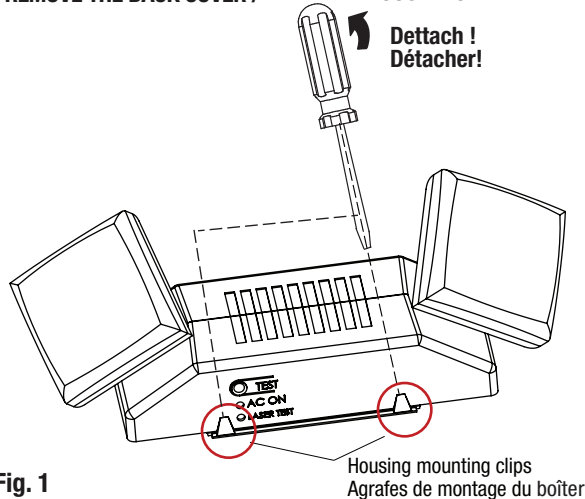

Fig. 1
1. Remove the luminaire housing from back cover. Use a flat blade screwdriver to open. Insert screwdriver into the slots of mounting clips (follow Fig. 1) and gently pry off the back cover.
6. Restore power and press the test button or use a spotlight like remote for using laser test. The battery powered lamps will come on and the AC light will turn off (Fig. 1).
1. Enlever le boîtier de luminaire du couvercle arrière. Utiliser un tournevis à lame plate pour ouvrir. Insérer le tournevis dans les fentes des agrafes (suivez la Fig. 1) et retirer doucement le couvercle arrière.
6. Rétablir l'alimentation électrique et appuyez sur le bouton de test ou utiliser une lumière projetée comme télécommande pour l'utilisation de test laser. Les lampes seront alors alimentées par la batterie et viendront s'allumer et le voyant lumineux CA en fonction s'éteindra (Fig. 1).